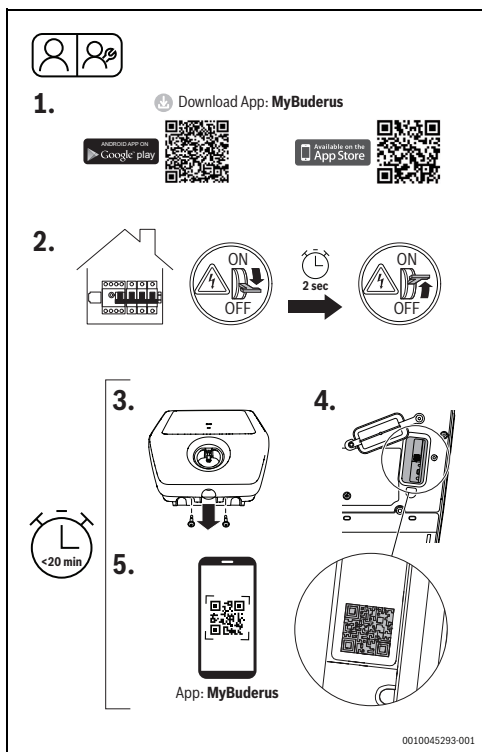

Fig. 115 MyBuderus
- Allentare le due viti del pannello anteriore (Fig. 115, passo [3]).